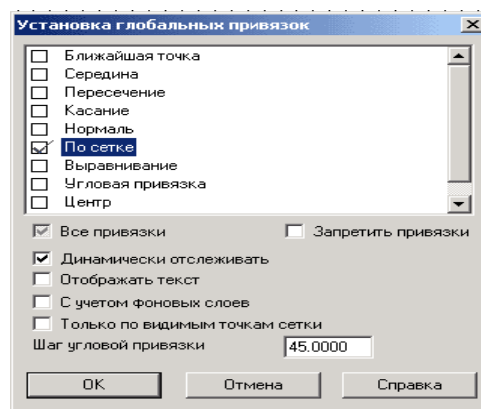

Рис.4.4
7. Установите привязку точек по СЕТКЕ и нажмите на **ОК** (Рис.4.4).